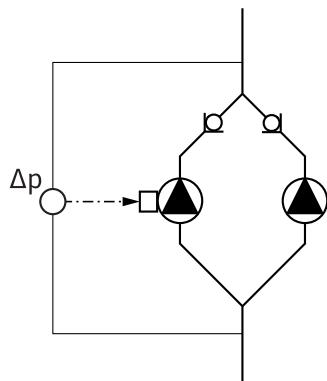

Fig. 13: Przykład podłączenia czujnika różnicy ciśnień
- W przykładzie na Fig. 13 pompą nadrzędną jest pompa po lewej stronie patrząc w kierunku przepływu. Do tej pompy należy podłączyć czujnik różnicy ciśnień.
- Punkty pomiaru czujnika różnic ciśnień pompy nadrzędnej muszą się znajdować w danej rurze zbiorczej po stronie ssawnej i ciśnieniowej układu dwupomgowego (Fig. 13).